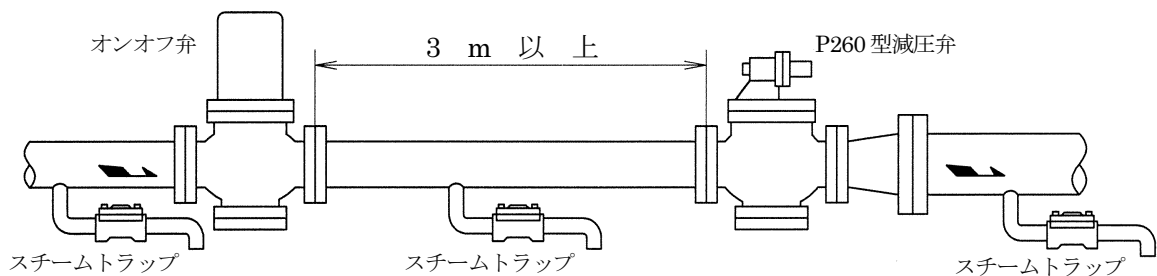
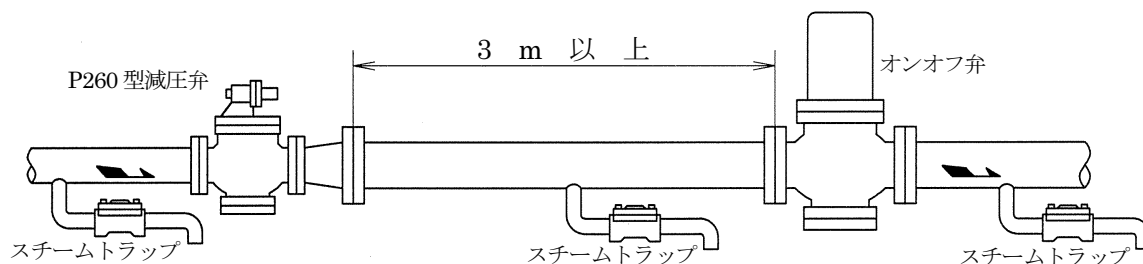

図3 一次側にオンオフ弁がある場合
図 4 二次側にオンオフ弁がある場合
- e) 減圧弁の一次側又は二次側にオンオフ弁を取付ける場合、減圧弁とオンオフ弁の距離をできるだけ長く(3m以上)とってください。なお、オンオフ弁は減圧弁の一次側に取付けるようお勧めします(図3)。オンオフ弁の使用圧力等の関係から減圧弁の二次側に取付ける場合、減圧弁は完全閉止できませんので減圧弁とオンオフ弁の間にスチームトラップを設けて下さい(図4)。